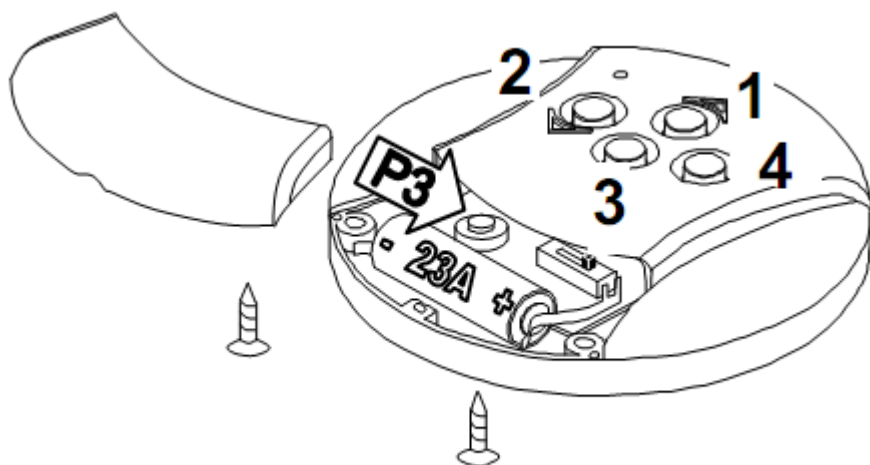

Рис. 2
- 1- Открыть крышку передатчика, как показано на рис.2.